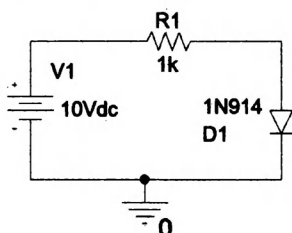

Рис. 14.1. Схема модели с диодом
1. Создадим новый проект PR-22. Из библиотеки `pspice > advanls > di` выберем диод 1N914 и соберем схему (рис. 14.1). Добавим файл `di` в библиотеки проекта.